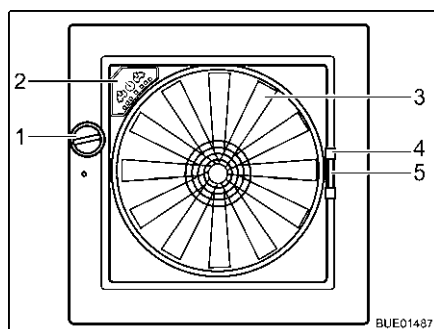

Fig. 64 Oblò Omni-Vent
**Apertura:** ■ Ruotare la manopola (Fig. 64,1), finché non si raggiunge l'angolo di apertura desiderato.
**Chiusura:** ■ Ruotare la manopola (Fig. 64,1), finché l'oblò non è completamente chiuso.
**Chiusura:** ■ Tirare la zanzariera per l'impugnatura (Fig. 64,4) verso il lato opposto del telaio.
**Chiusura:** ■ Serrare la maniglia (Fig. 64,5) dell'oscurante.
- Ventilatore** Se l'oblò è aperto, l'abitacolo può essere ventilato e sfiato con il ventilatore a 6 stadi (Fig. 64,3). Il ventilatore si controlla dal quadro di comando (Fig. 64,2).